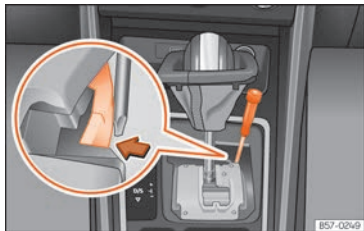

Fig. 90 Palanca selectora: desbloqueig d'emergència en la posició d'aparcament.
- Amb ajuda de la part plana d'un tornavís, premeu lateralment la pestanya groga i mantingueu-la pressionada »» **fig. 90**.